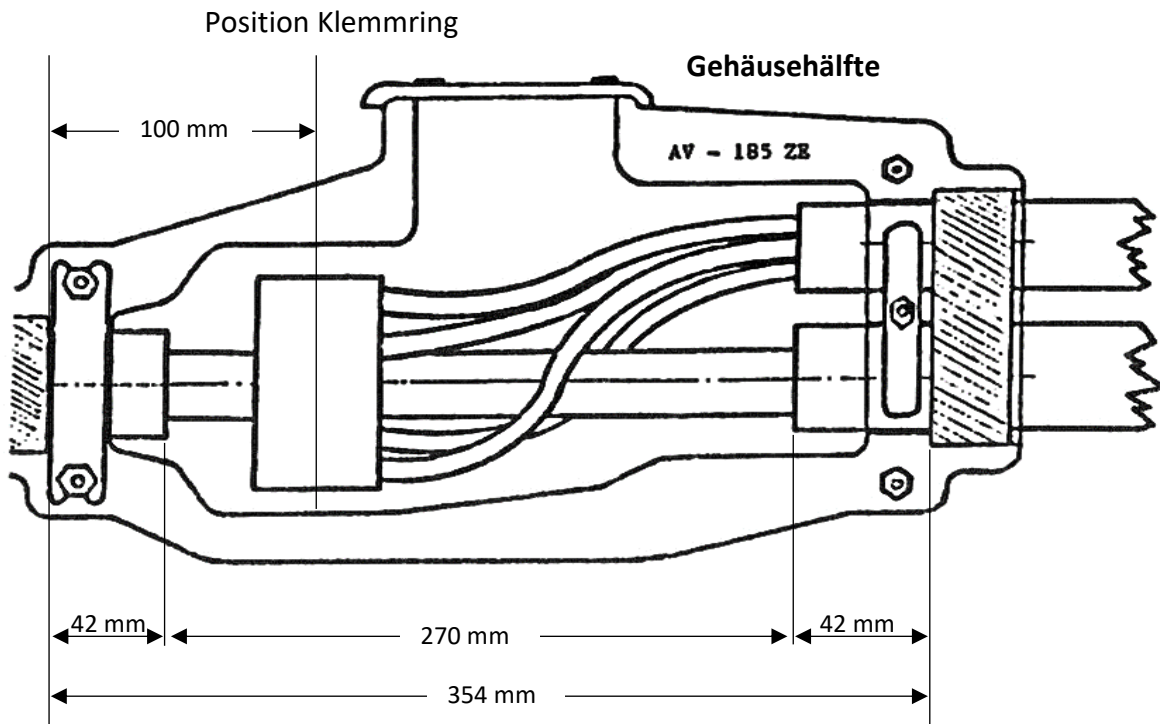
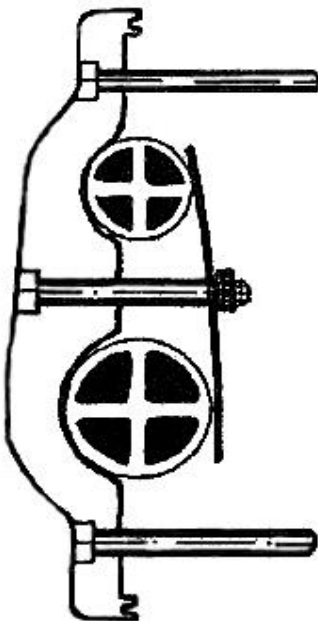

Abbildung 1
Abbildung 2
- Durchgangskabel 270 mm absetzen (vgl. Abb. 1).
- Gehäusehälfte 1 gemäß Abb. 1 montieren, Zugentlastungsschellen anbringen (vgl. Abb. 2 und 3).